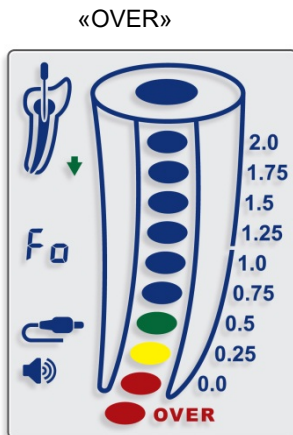

Fig. 11
**⚠** La indicación roja «**OVER**» acompañada de pitidos frecuentes señala que la punta de la lima ha sobrepasado el foramen y se ha introducido en la región periapical (sobreinstrumentación del foramen, fig. 11).